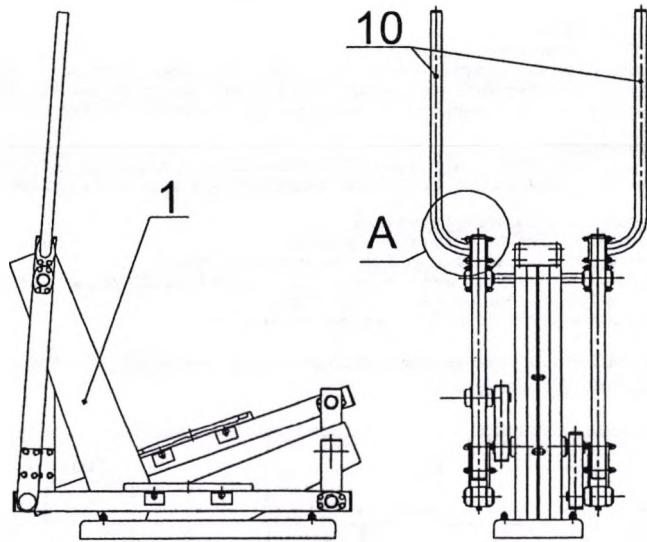

Рис.5
10.3.3 Произвести сборку тренажера (рис.5...7):